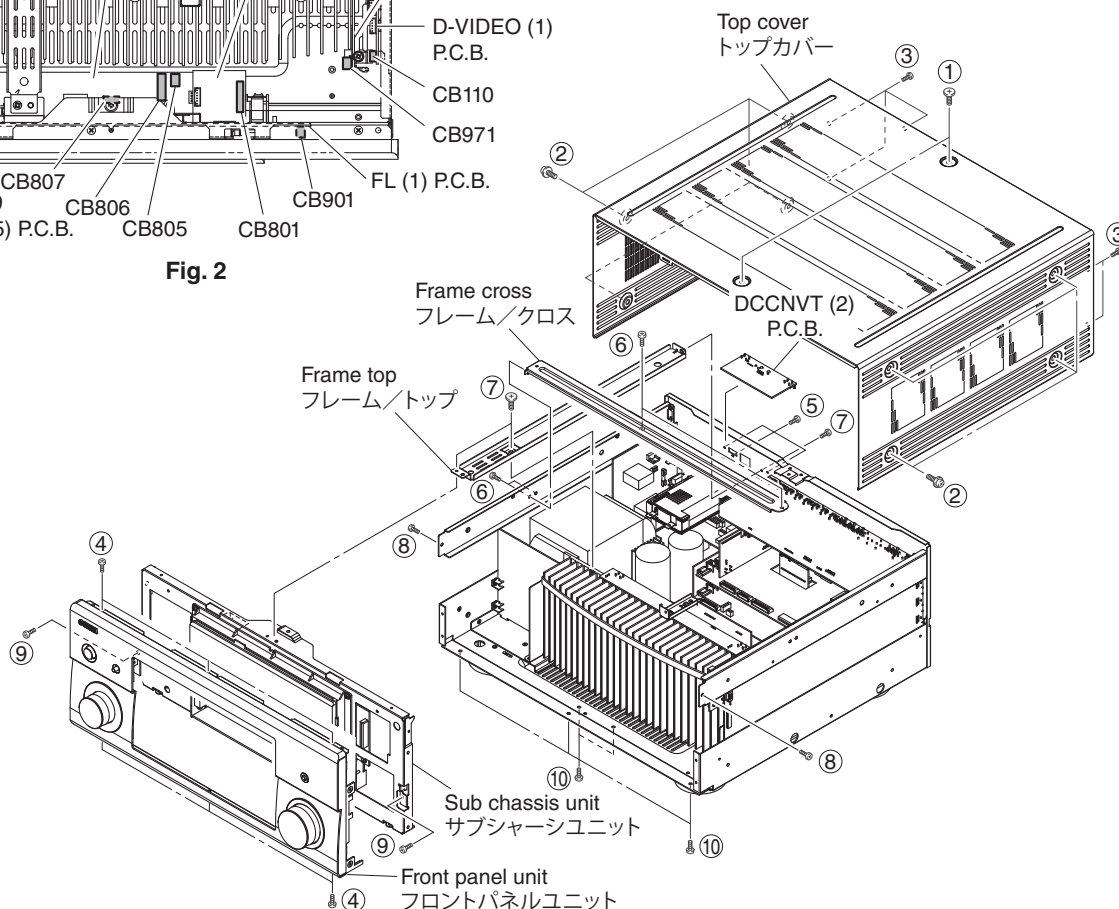

Fig. 1
- Remove 2 screws ( ① ), 8 screws ( ② ) and 5 screws ( ③ ). (Fig. 1)
- Slide the top cover rearward to remove it. (Fig. 1)
- ① のネジ 2 本、② のネジ 8 本、③ のネジ 5 本を外します。(Fig. 1)
- トップカバーを後方へスライドさせ、取り外します。(Fig. 1)
Remove 6 screws ( ④ ) and then remove the front panel forward. (Fig. 1)
④ のネジ 6 本を外し、フロントパネルを前方に外します。(Fig. 1)
- Remove 3 screws ( ⑤ ) and then remove the DCCNVT (2) P.C.B.. (Fig. 1)
- Remove 4 screws ( ⑥ ) and then remove the frame cross. (Fig. 1)
- Remove 3 screws ( ⑦ ) and then remove the frame top. (Fig. 1)
- Remove 2 screws ( ⑧ ), 2 screws ( ⑨ ) and 5 screws ( ⑩ ). (Fig. 1)
- Remove the sub chassis unit forward. (Fig. 1)
- ⑤ のネジ 3 本を外し、DCCNVT (2) P.C.B. を取り外します。(Fig. 1)
- ⑥ のネジ 4 本を外し、フレーム/クロスを取り外します。(Fig. 1)
- ⑦ のネジ 3 本を外し、フレーム/トップを取り外します。(Fig. 1)
- ⑧ のネジ 2 本、⑨ のネジ 2 本、⑩ のネジ 5 本を外します。(Fig. 1)
- サブシャーシユニットを前方に取り外します。(Fig. 1)